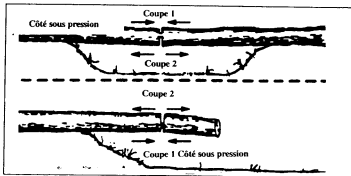

Figure 24
- Faites particulièrement attention aux bûches chargées pour éviter que la tronçonneuse ne soit pincée. Assurez-vous de couper d'abord du côté sous pression. Figure 24.